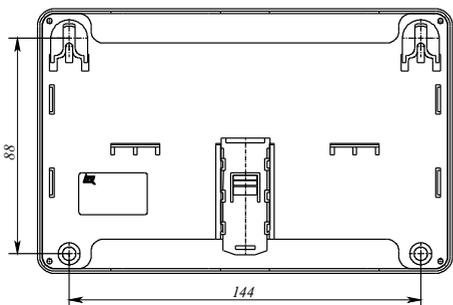

Рисунок 3
- б) при установке на стену, перегородку или конструкцию (рисунок 3):